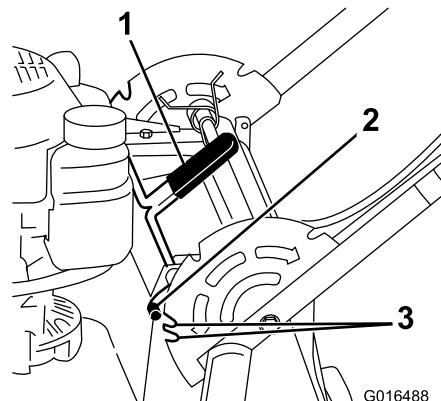

Рисунок 18
- Слегка поднимите рукоятку и потяните рычаг фиксации рукоятки вперед, чтобы вывести из зацепления пальцы фиксации рукоятки (Рисунок 18).
- Поверните рукоятку и совместите требуемую прорезь в кронштейне рукоятки с пальцами фиксации рукоятки, см. Рисунок 18.